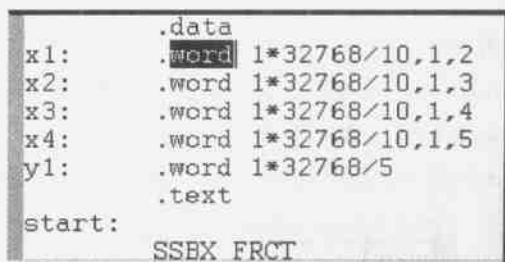

图 3.51 光标跳到需要查找的字符串的位置
(2) 单击 、 或  图标,则光标可直接跳到需要查找的字符串的位置,如图 3.51 所示。再单击该图标,则光标跳到下一个“word”字符串的位置。